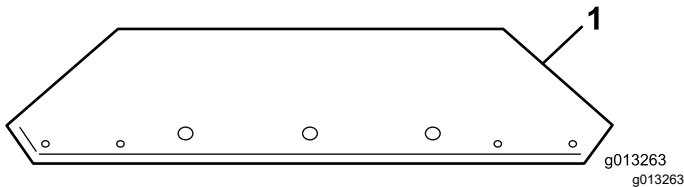

図 13
1. 出荷用の箱から前用プレートと後ろ用プレートを取り出す 図 13 と 図 14。